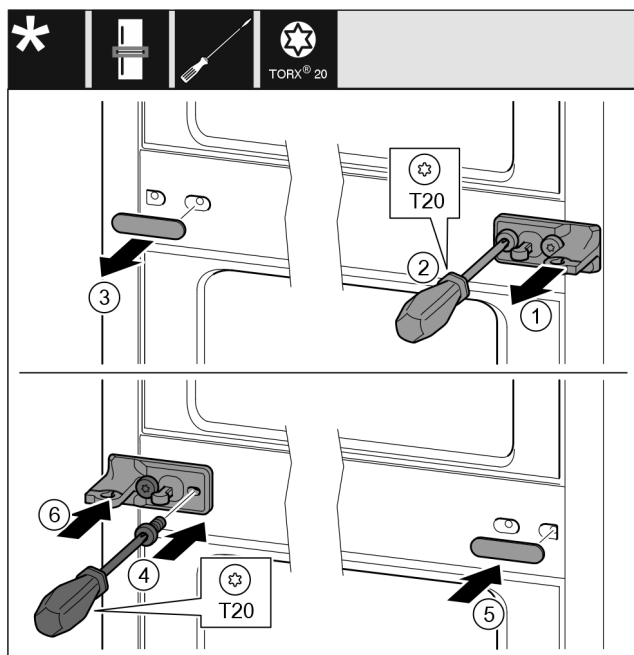

Fig. 11
- ▶ Retire la arandela. Fig. 11 (1)
- ▶ Desenrosque los tornillos con el destornillador T20. Fig. 11 (2)
- ▶ Retire la cubierta con cuidado. Fig. 11 (3)
- ▶ Atornille el soporte de cojinete con la lámina girado 180° en el otro lado para fijarlo. Fig. 11 (4)
- ▶ Coloque la cubierta girada 180° en el otro lado. Fig. 11 (5)
- ▶ Coloque la arandela desde la parte delantera. Fig. 11 (6)